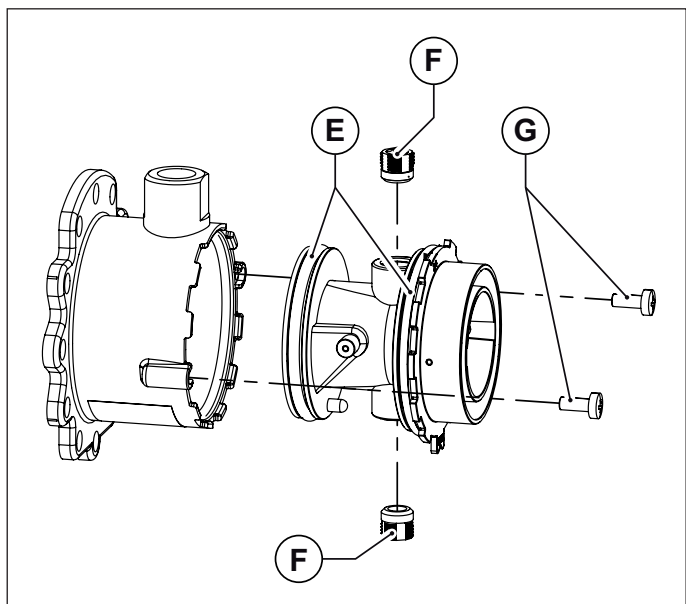

Fig. 36 Corpo in plastica del miscelatore
- Sfilare il corpo in plastica del miscelatore, svitando le due viti di fissaggio (vedi Fig. 36 Corpo in plastica del miscelatore).
- Svitare i due ugelli del miscelatore utilizzando una chiave a brugola da 6 mm (vedi Fig. 36 Corpo in plastica del miscelatore).
- Rimontare il corpo in plastica (Venturi) inserendolo nel miscelatore e avvitandolo con le viti di fissaggio, avendo cura di non danneggiare le guarnizioni o-ring che sono montate agli estremi del corpo in plastica (vedi Fig. 36 Corpo in plastica del miscelatore) e di rispettare l'orientamento di montaggio (vedi Fig. 37 Orientamento di montaggio).
- Montare il mixer riassembleto al ventilatore con le viti a brugola, avendo cura di riposizionare, fra mixer e ventilatore, l'o-ring di tenuta (vedi Fig. 36 Corpo in plastica del miscelatore).